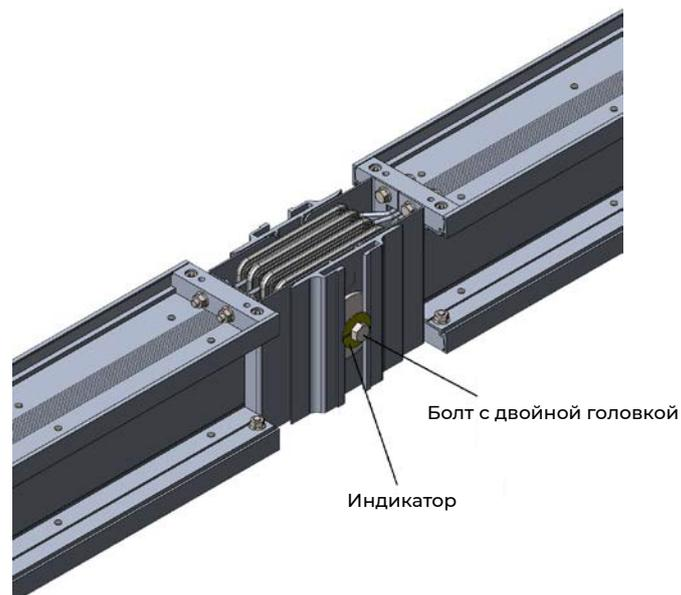

Рисунок 16
6.8 Затягивайте болт с двойной головкой соответствующим ключом, до момента срыва верхней головки (рисунок 16).